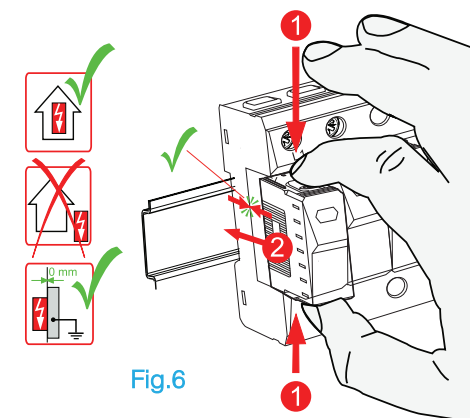

Fig.6
- 3 Installare la nuova cartuccia assicurandosi che vada in battuta. **Fig.6**
- 3 Install new cartridge. **Fig.6**